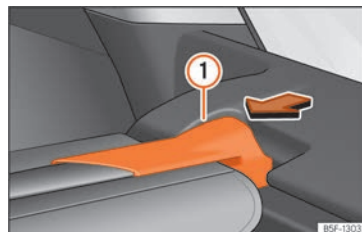

Fig. 113 Dans le coffre à bagages : démontage de la plage arrière.
- Appuyez sur le support de la plage arrière » » fig. 113 ① dans le sens de la flèche.
- Insérez le support de la plage arrière » fig. 113 ① dans le logement de l'autre côté.